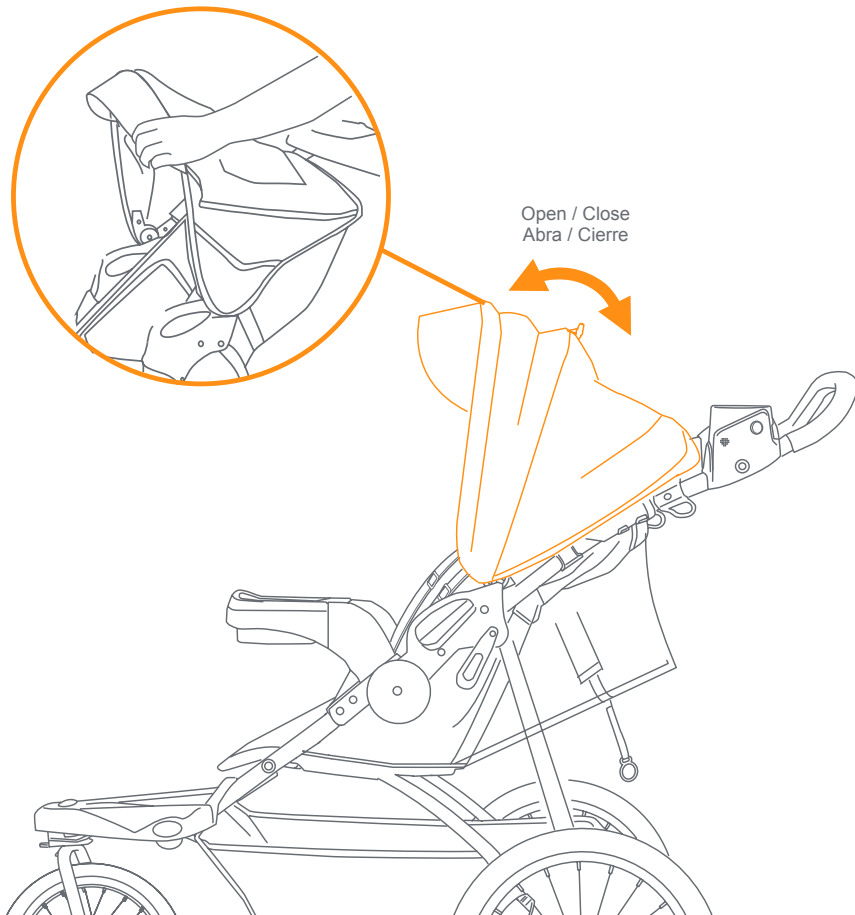

Fig.10d
- To open the canopy: pull forward on the front edge of the canopy. To close the canopy: push backwards on the front edge towards handle (Fig. 10d).
- Para abrir la cubierta: jale hacia delante el borde delantero. Para cerrar la cubierta: empuje el borde delantero hacia atrás en dirección al manubrio (Fig. 10d).